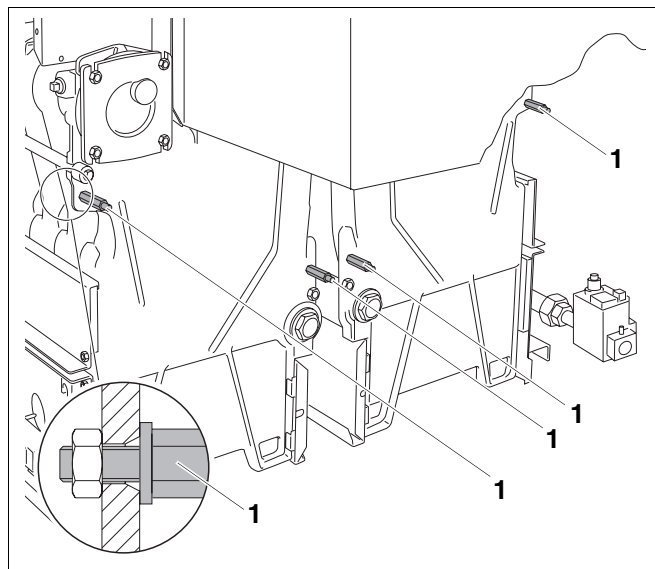
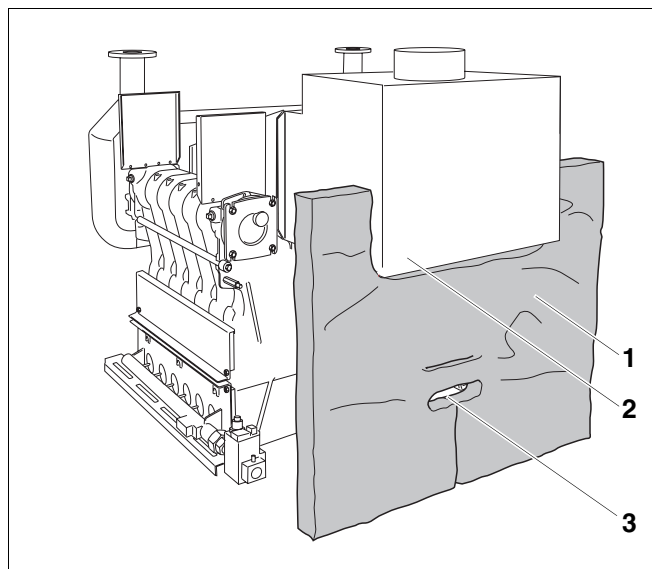

Рис. 45 Установка распорных шпилек
Рис. 46 Прижать теплоизоляцию задней стенки
- Установить четыре распорных шпильки М8 х 75 (рис. 45, поз. 1) для крепления задних стенок (гайка с напрессованной шайбой сзади, подкладная шайба спереди).
Для правильного расположения теплоизоляции задней стенки (рис. 46, **поз. 1**) соблюдайте следующее:
- Вырез (рис. 46, **поз. 2**) в теплоизоляции должен быть направлен к коллектору дымовых газов.
- Вывести распорные шпильки (рис. 45, **поз. 1**, стр. 41) через прорези в теплоизоляции (рис. 46, **поз. 1**) так, чтобы они были свободны.
- В нижней прорези (рис. 46, **поз. 3**) должны находиться незакрытыми нижние ступицы котла.
- Светлая сторона теплоизоляции задней стенки (рис. 46, **поз. 1**) должна быть направлена к блоку котла.
- Прижать теплоизоляцию (рис. 46, **поз. 1**) к задней стороне котловых блоков.